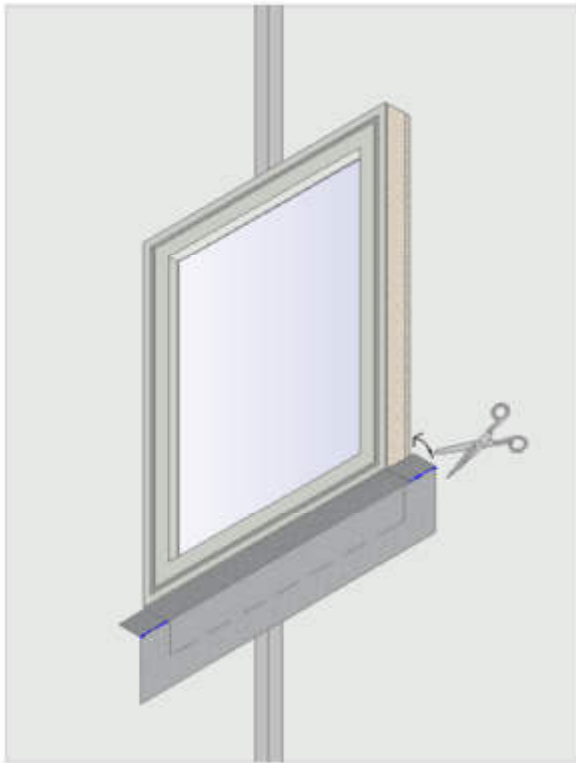
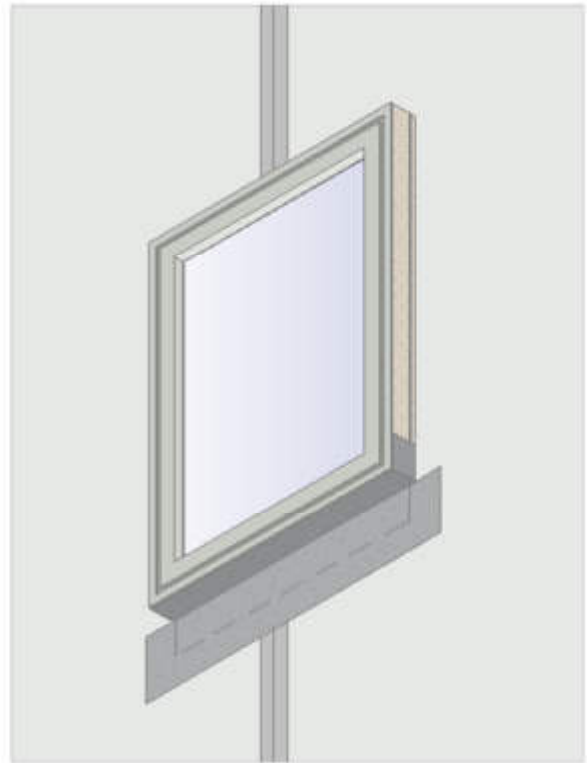

Figura 5
Figura 6
- Con unas tijeras de corte illbruck, corte una línea recta bien definida (mostrada en azul en la figura 5) desde los extremos de la membrana hacia el marco de la ventana para formar una solapa. Doble la solapa hacia arriba y fíjela a la jamba del marco de la ventana (figura 6).